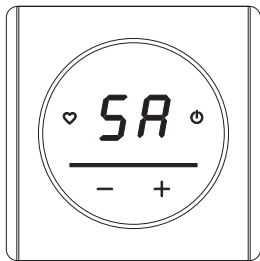

Рис.10
6. Активировать на терморегуляторе режим EZ Config путем одновременного нажатия и удержания кнопок  и «+» на терморегуляторе в течении 3 секунд. На экране дисплея появятся символы «SC», подтверждающие включении этого режима и начнет мигать красным кнопка «» с интервалом 0.5 секунд (рис. 10).